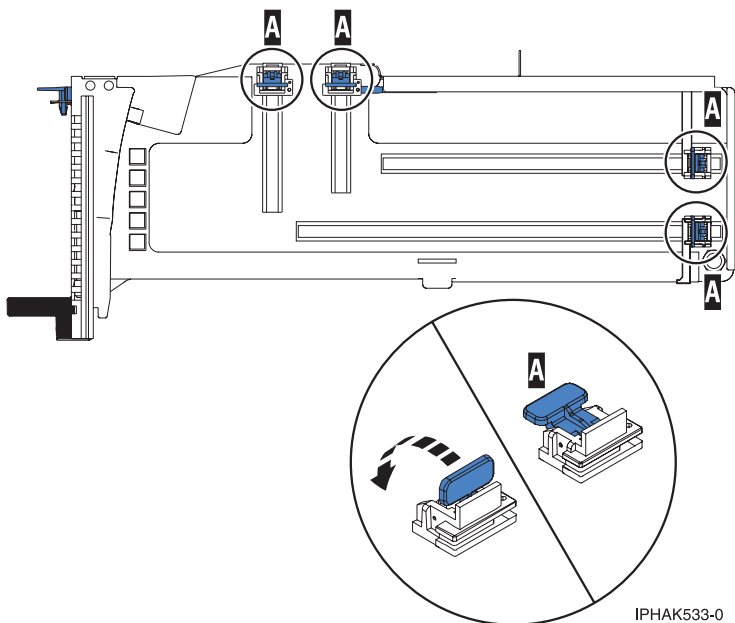

Abbildung 7. Adapterhalterungen in einer Kassette
- a. Stellen Sie sicher, dass alle Adapterhalterungen nach außen zu den Kanten der Kassette gedrückt wurden, damit der Adapter installiert werden kann. Siehe Abb. 7.